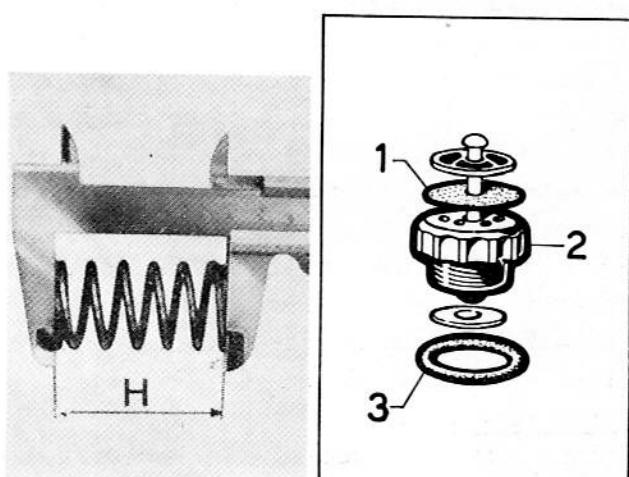

Fig. 13
Le ressort libre doit avoir une hauteur (H fig. 13) de:
Le clapet-reniflard des vapeurs du carter fait partie du bouchon de remplissage d'huile (2) du couvercle des culbuteurs et n'est pas démontable (fig. 13).